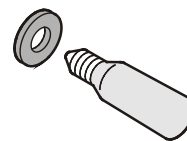

Figura 17
3. Retire la bombilla defectuosa. Asegúrese de que la junta (**Figura 17**) está colocada en la nueva bombilla antes de instalarla.